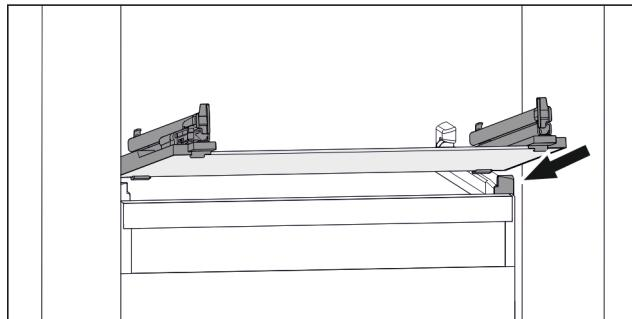

Fig. 124 Príklad zobrazenia sklenenej dosky
- ▶ Nasadte sklenenú dosku šikmo za zarážkami. (pozri Fig. 124)